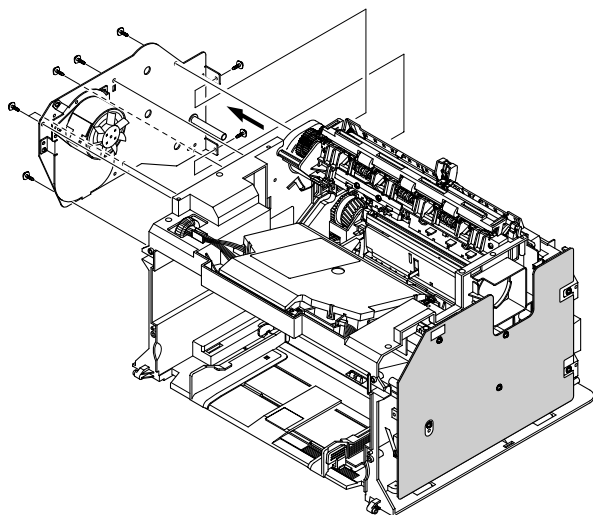

Рисунок 2
5. Выкрутите два винта, крепящие экран принтера, и открутите шесть винтов, которые крепят раму, затем снимите узел главного привода в направлении стрелки, рисунок 2.